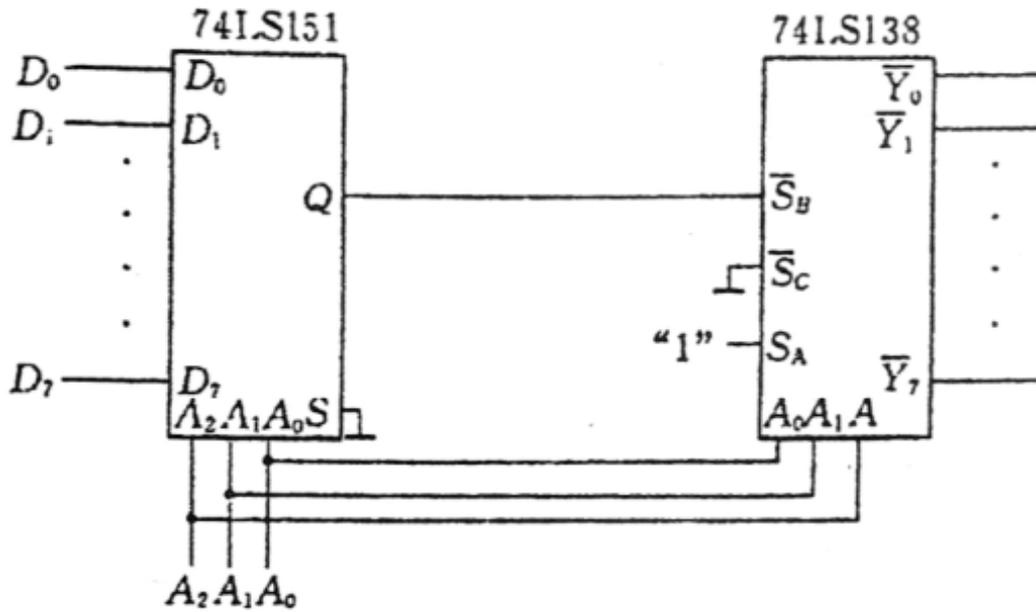

图 3.3 数据传输系统示意图
3. 用数据选择器和数据分配器 (译码器) 组成的信号传输系统如图 3.3 所示。当输入信号为 10010100 时 (高位在前)，数据开关控制地址选择信号逐次递增，记录输出信息并填入表 3.3 中。
3. 用数据选择器和数据分配器 (译码器) 组成的信号传输系统如图 3.3 所示。当输入信号为